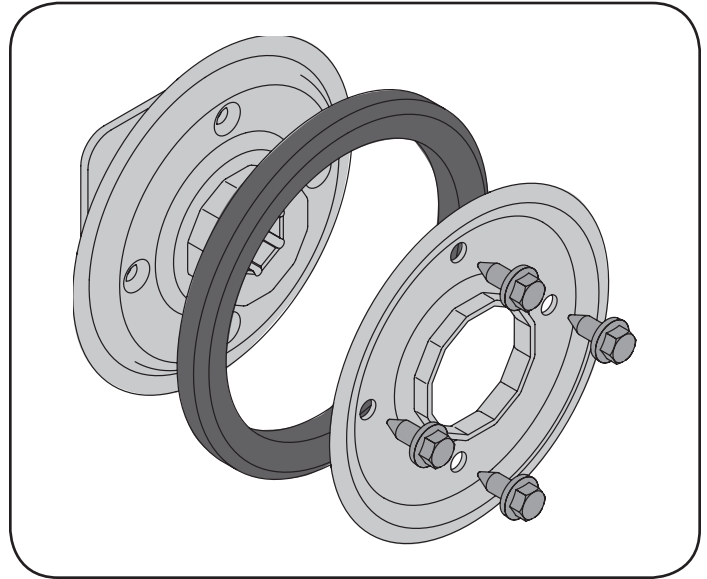

Figura 35
1. Saque los cuatro tornillos de mantienen unidas las placas laterales de la rueda de fricción. Vea la Figura 35.